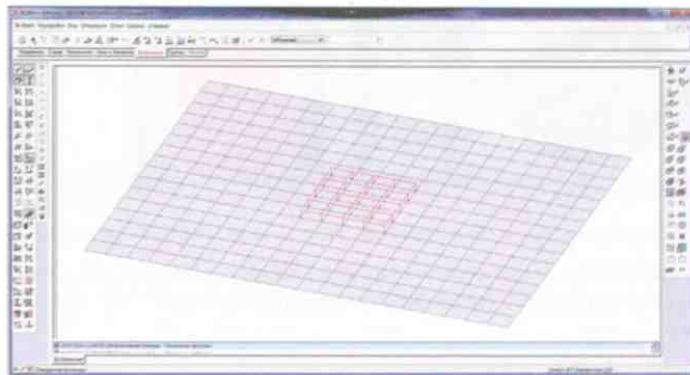

Рис. 4.7-12. Нагрузка на плиту
- нажать кнопку в инструментальной панели режима **Загружения** или клавишу **Enter** на клавиатуре (если активировать фильтр **Распределенные нагрузки**, то введенная нагрузка будет показана на расчетной схеме — рис. 4.7-12);